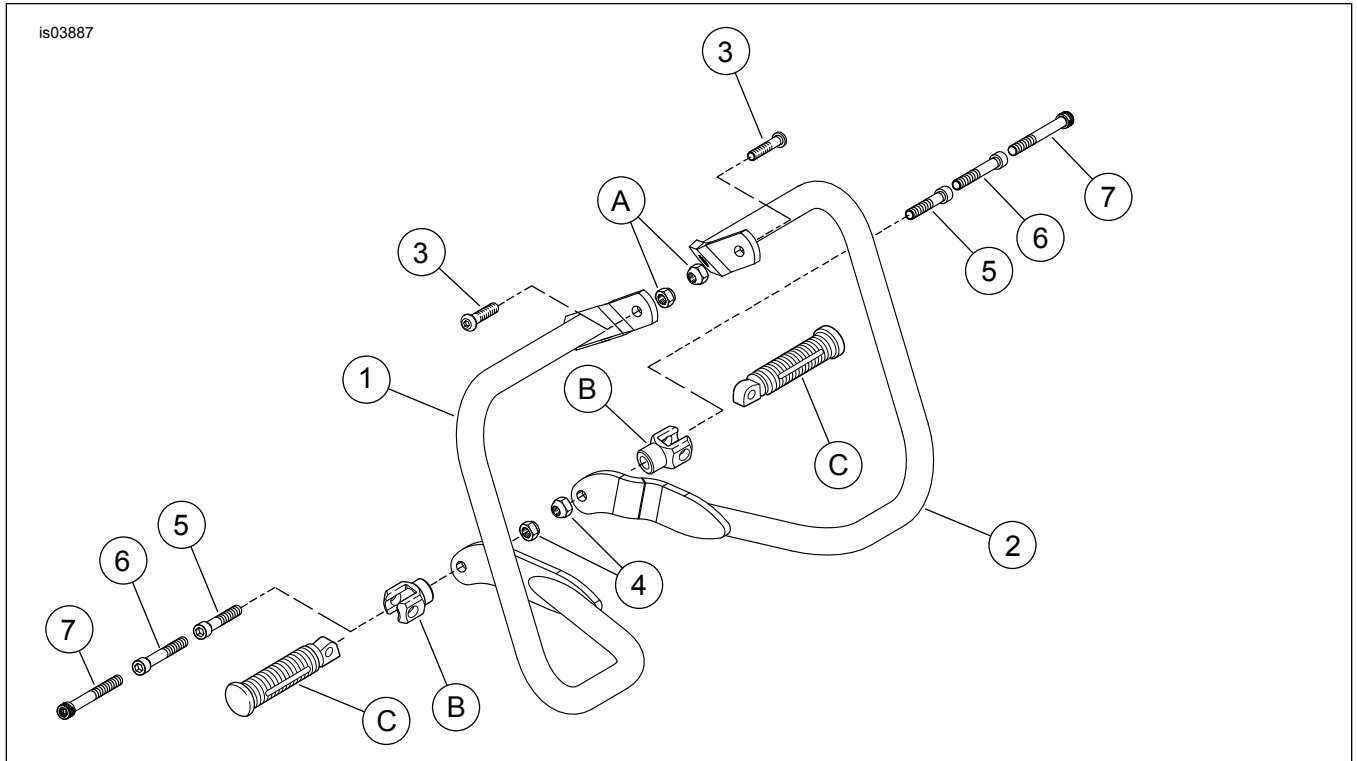

Abbildung 3. Ersatzteile: Hinterer Softail Satteltaschen-Schutzbügel
Siehe Abbildung 3 und Tabelle 1.
5. Den unteren Flansch (6) des Satteltaschenbügels (4) an der Stelle, an der die Soziusfußraste (2) (oder Soziustrittbrettschraube) befestigt ist, gegen die Innenfläche des Motorradrahmens (7) ansetzen. Falls der Heritage-Satteltaschen-Umrüstsatz, Teile-Nr. 90238-00 eingebaut wird, muss die Halterung zwischen Satteltaschen-Schutzbügel flansch und Motorradrahmenteil platziert sein. Dabei auf die Einbauanleitung Bezug nehmen, die mit diesem Satz mitgeliefert wird.
6. Siehe Abbildung 3. Je nach Modell und Ausführung die relevante unten stehende Einbauanleitung ausführen: **An Modellen mit Sozius-Fußraste aber ohne Satteltaschenumbauhalterung:** Die 3/8-16 x 2-3/4-in-Innensechskantschraube (6) (für FLSTC-Modelle ab 2007 die 3-1/2 in lange Innensechskantschraube (7) aus dem Satz verwenden) durch die Fußrastenstütze (B) einbauen. Die Halterung am Rahmen anbringen. Die Halterungsschraube auf ein Drehmoment von 47–61 N·m (35–45 ft·lb) anziehen. Den unteren Satteltaschen-Schutzbügel flansch über der Schraube befestigen, die an der Innenseite des Rahmenträgers hervor steht. Die 3/8-16-Sicherungsmutter auf das Schraubenende aufdrehen. Auf ein Drehmoment von 47–61 N·m (35–45 ft·lb) anziehen. Die Fußraste (C) gemäß den Anweisungen im Werkstatthandbuch einbauen. **An Modellen mit Sozius-Fußraste und Satteltaschenumbauhalterung:** Die 3/8-16 x 2-3/4-in-Innensechskantschraube (6) (Für FLSTC-Modelle ab 2007 die 3-1/2 in lange Innensechskantschraube (7) aus dem Satz verwenden) durch die Fußrastenstütze einbauen. Die Halterung am Rahmen anbringen. Die Halterungsschraube auf ein Drehmoment von 47–61 N·m (35–45 ft·lb) anziehen. Die Satteltaschenumbauhalterung auf die Schraube aufsetzen. Den unteren Satteltaschen-Schutzbügel flansch über der Schraube befestigen, die an der Innenseite des Rahmenträgers hervor steht. Die 3/8-16-Sicherungsmutter auf das Schraubenende aufdrehen. Die Mutter auf ein Drehmoment von 47–61 N·m (35–45 ft·lb) anziehen. Die Fußraste (C) gemäß den Anweisungen im Werkstatthandbuch einbauen. **Bei Modellen mit Sozius-Trittbrett, mit oder ohne Werkzeugkasten:** Die 3/8-16 x 2-1/4-in-Innensechskantschraube (5) durch die Soziustrittbretthalterung und die Werkzeugkastenhalterung (sofern vorhanden) einbauen. Die Trittbrett-Befestigungsschraube auf ein Drehmoment von 47–61 N·m (35–45 ft·lb) anziehen. Die Satteltaschenumbauhalterung auf die Schraube aufsetzen. Den unteren Satteltaschen-Schutzbügel flansch über der Schraube befestigen, die an der Innenseite des Rahmenträgers hervor steht. Die 3/8-16-Sicherungsmutter (4) auf das Schraubenende aufdrehen. Die Mutter auf ein Drehmoment von 47–61 N·m (35–45 ft·lb) anziehen. **Bei Modellen mit Sozius-Fußrasten und Werkzeugkasten:** Die 3/8-16 x 2-1/4-in-Innensechskantschraube (5) von der Motorradinnenseite aus durch die Öffnung im unteren Flansch der Satteltaschenhalterung und die Satteltaschenumbauhalterung in den Motorrad-Rahmenträger einbauen. Die Schraube auf ein Drehmoment von 47–61 N·m (35–45 ft·lb) anziehen. Das Soziusfußrasten-Distanzstück auf dem Schraubenende anbringen. Das Fußrasten-Distanzstück auf ein Drehmoment von 47–61 N·m (35–45 ft·lb) anziehen. Die Sozius-Fußrastenhalterung am Ende des Fußrasten-Distanzstücks anbringen. Auf ein Drehmoment von 47–61 N·m (35–45 ft·lb) anziehen. Die Fußraste (C) gemäß den Anweisungen im Werkstatthandbuch einbauen.